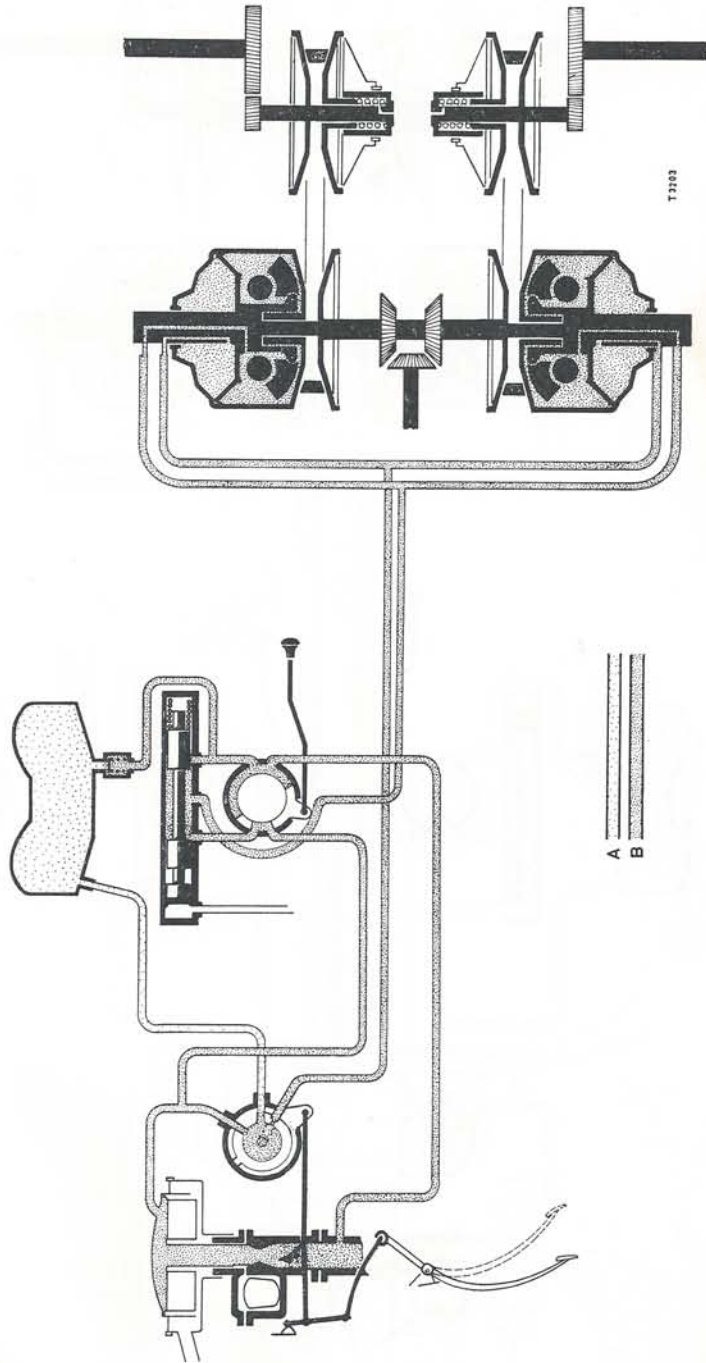

Fig. 3.
*3. Stand bij geheel ingetrapt gaspedaal (fig. 3):* Wordt de slag van het gaspedaal, waarbij geen verandering optreedt in het vacuüm van de Variomatic overschreden en de roterende vacuümklep verder verdraaid, dan worden op  $\pm 3/4$  van de slag het bovenste en onderste aansluitpijpje weer doorverbonden en wordt het middelste afgesloten.